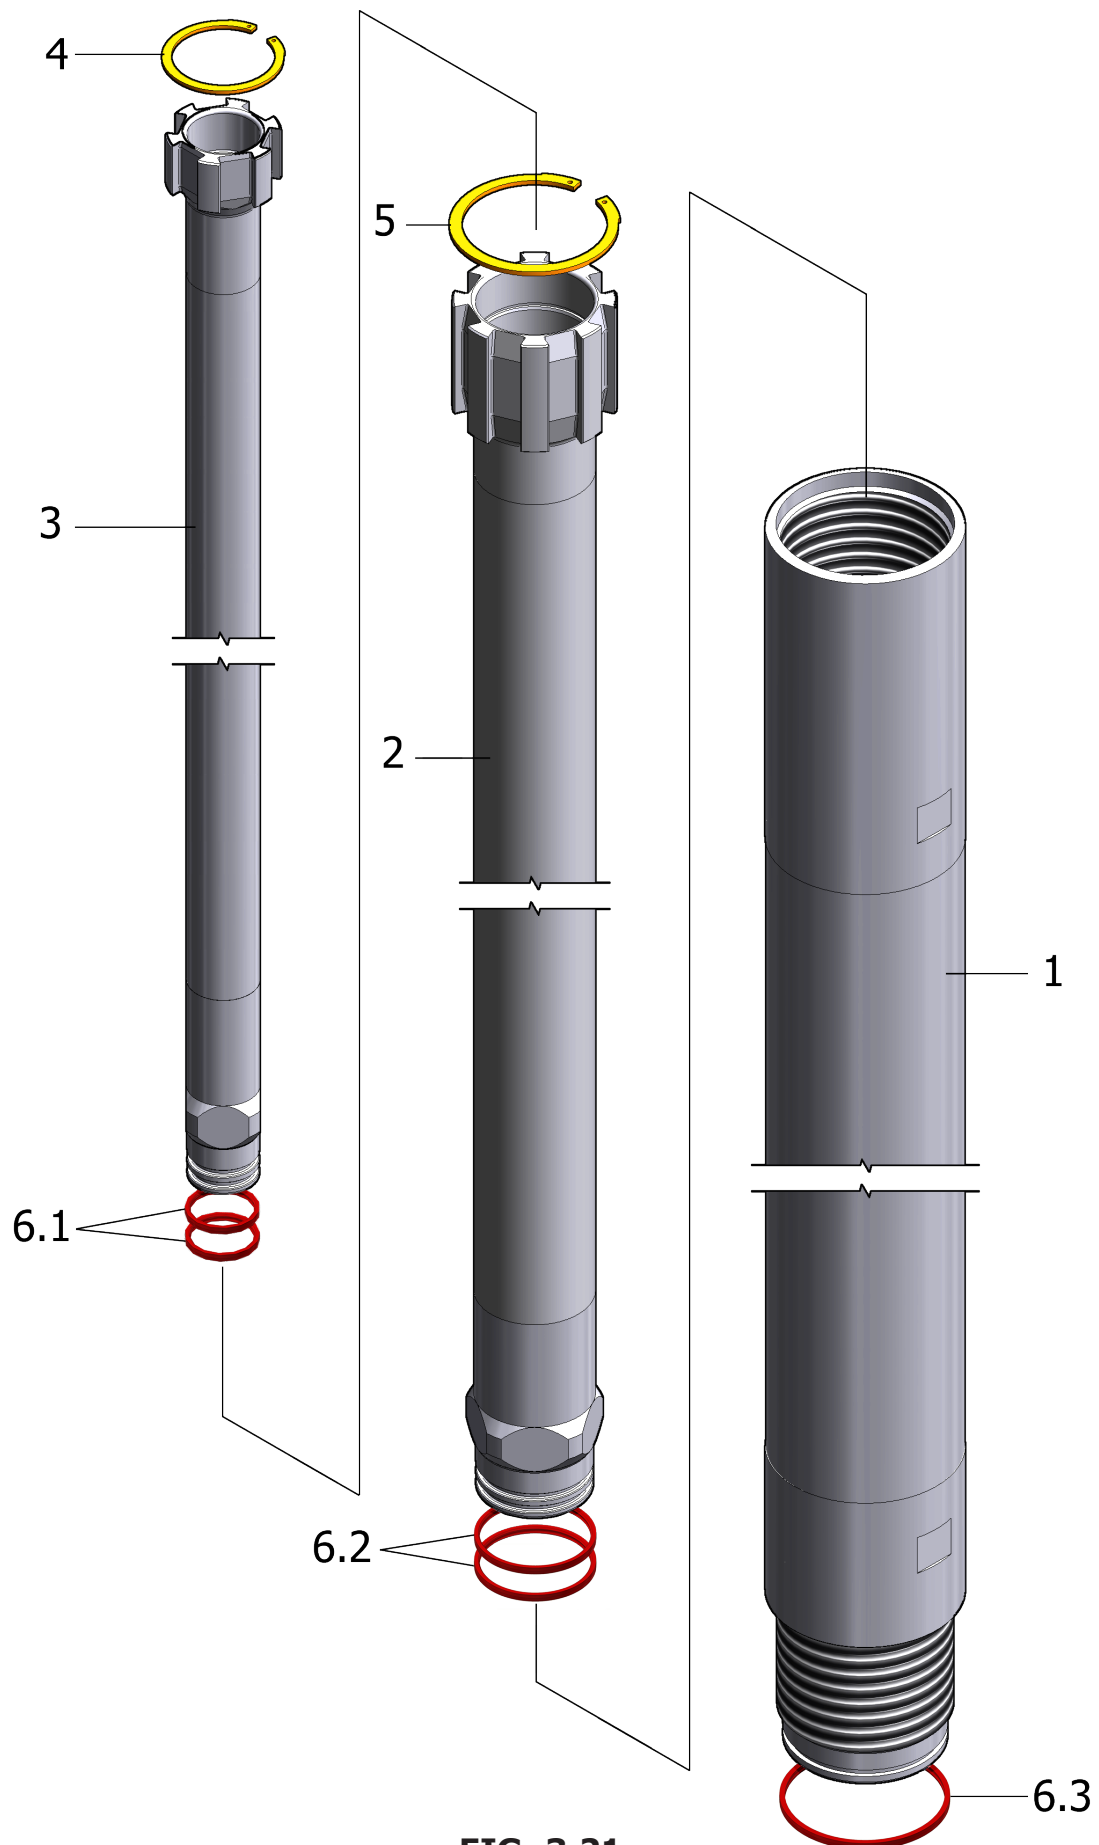

FIG. 3.21
**D.114 T3 ROD: J-W114T310 (L=1000); J-W114T320 (L=2000); J-W114T330 (L=3000) (REF. FIG. 3.21)**